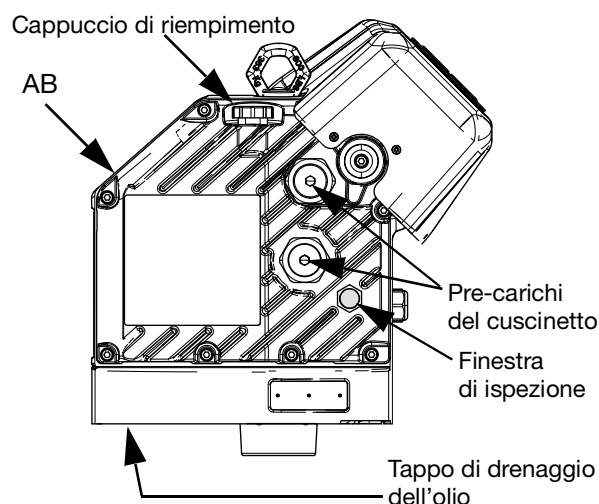

FIG. 39: Finestra di ispezione e tappo di riempimento dell'olio
3. Rimuovere il tappo di drenaggio dell'olio. Vedere FIG. 39 per la posizione del tappo di drenaggio. Lasciare fuoriuscire tutto l'olio dall'unità di azionamento (AB).
Vedere la FIG. 39 sotto. Controllare regolarmente il livello dell'olio nella finestra di ispezione. Il livello dell'olio deve avvicinarsi al punto centrale della finestra di ispezione quando l'unità di azionamento (AB) non è in funzione. Se il livello dell'olio è basso, aprire il cappuccio di riempimento e aggiungere olio sintetico per ingranaggi privo di silicone EP ISO 220 (codice Graco 16W645).